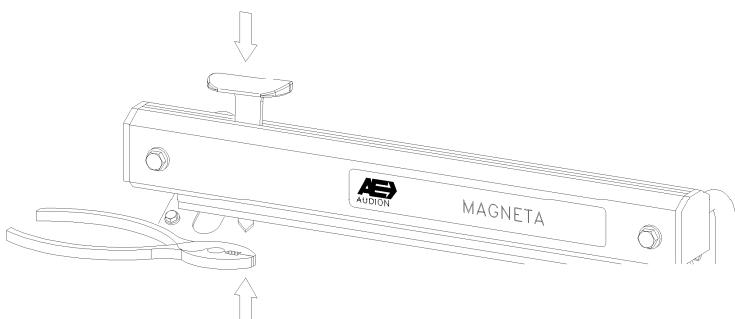

Fig. 3
8. Si le couteau est usé ou abimé, on peut l'extraire de son support en pressant le bouton et en même temps le tirant à l'aide d'une pince. Agir de façon similaire pour le remplacer (fig. 3.).
8. Når kniven er slidt eller knækket kan denne udskiftes ved at trykke knivholderen ned, hive kniven ud og sætte en ny. Det kan anbefales evt. at benytte en fladtang. (fig 3).
8. Förslitning avskärning - Ett slött knivblad utbytes genom att pressa ned den röda knivhållaren och dra ut knivbladet rakt ned (lämpligen med hjälp av en täng) och trycka in ett nytt emellan den fjädringsbelastade plåten i knivsläden (fig.3.).
8. En slitt kniv skiftes enkelt ved å trykke ned den røde knivholderen, dra ut den gamle kniven og skyv inn en ny. Kniven er meget skarp og det anbefales derfor å holde kniven med en tang (fig.3).